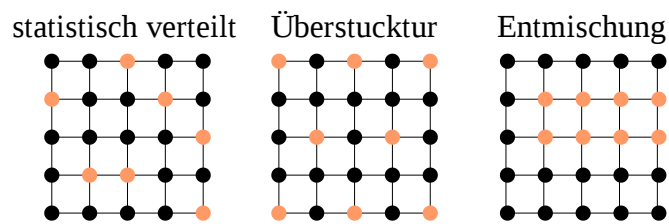

Abbildung 3.3: Substitutionsmischkristallarten
- **Substitutions-Mischkristalle** (Abb. 3.3)